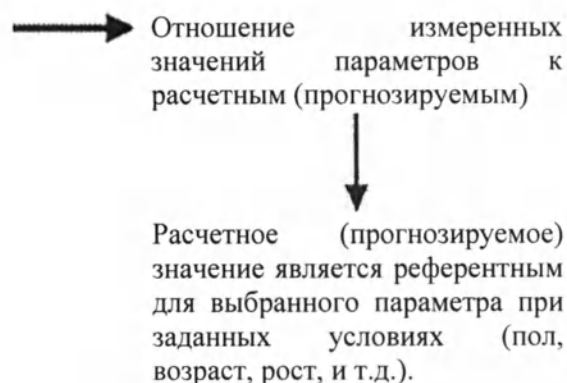
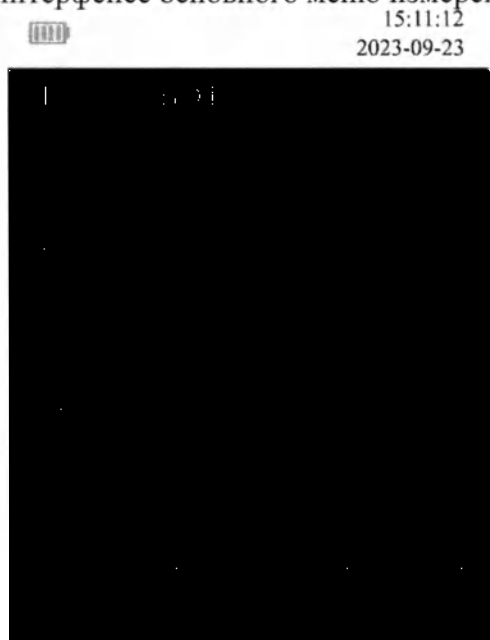

Рисунок 4: Интерфейс основного меню измерений
Рисунок 5: Графики с данными отношения объема и скорости воздушного потока
- 2) Находясь в интерфейсе тестирования, сделайте полный вдох, после чего сомкните губы на мундштуке и выдохните весь объем воздуха из легких с максимальной скоростью и силой. В правом верхнем углу дисплея с определенной частотой мигает оранжевый индикатор. Подождите несколько секунд для перехода изделия в интерфейс основного меню измерений (см. Рис. 4 ниже).
а) Интерфейс основного меню измерений: на дисплей выводятся значения 8 параметров, с указанием отношения измеренных значений параметров к расчетным (прогнозируемым). Отношение значений является индикатором состояния здоровья субъекта. Для получения точных отношений необходимо ввести корректные персональные данные. На дисплей также выводятся сведения об остатке заряда батареек (в виде иконки), текущая дата, номер записи и индикатор состояния здоровья (см. Рис. 4).
в) Графики с данными отношения объема и скорости воздушного потока и динамики изменения объема воздушного потока: (см. Рисунок 5 ниже). Графики выводятся на дисплей изделия после активации кнопок перемещения по меню ВЛЕВО или ВПРАВО в интерфейсе основного меню измерений (см. Рис. 4 и 5).